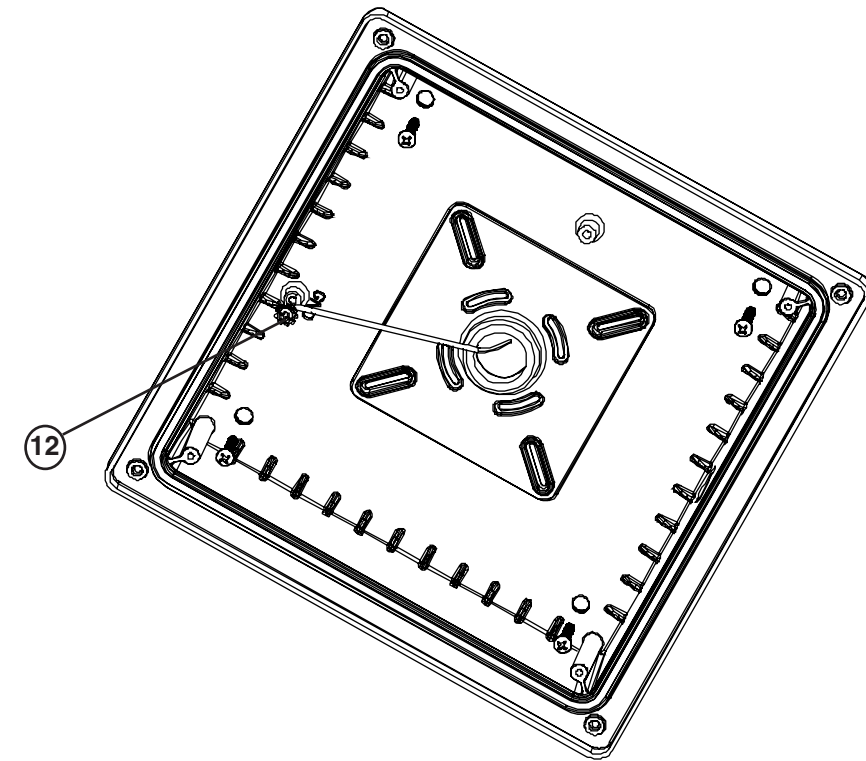

Figure 4
Connectez le fil de mise à la terre pour l'alimentation de la maison (cuivre) à la vis de mise à la terre du luminaire (12) en la fixant au boîtier (9). Voir la figure 4. Remarque : si le câblage de la maison ne comporte pas de câble de mise à la terre. Consultez un électricien qualifié pour vous assurer que la mise à la terre soit effectuée correctement.